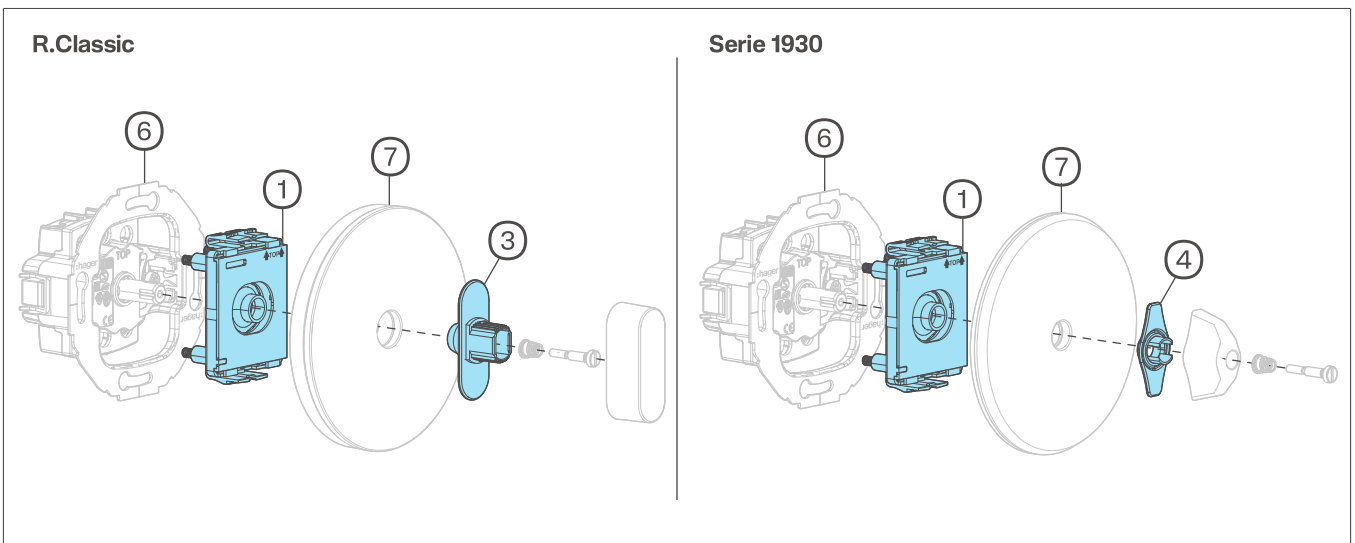

Fig. 2 : Montage final pour R.classic/Serie 1930
💡 – Respectez l'ordre de montage (Fig. 2). Installez d'abord la plaque de recouvrement (8), puis la fibre optique (3).